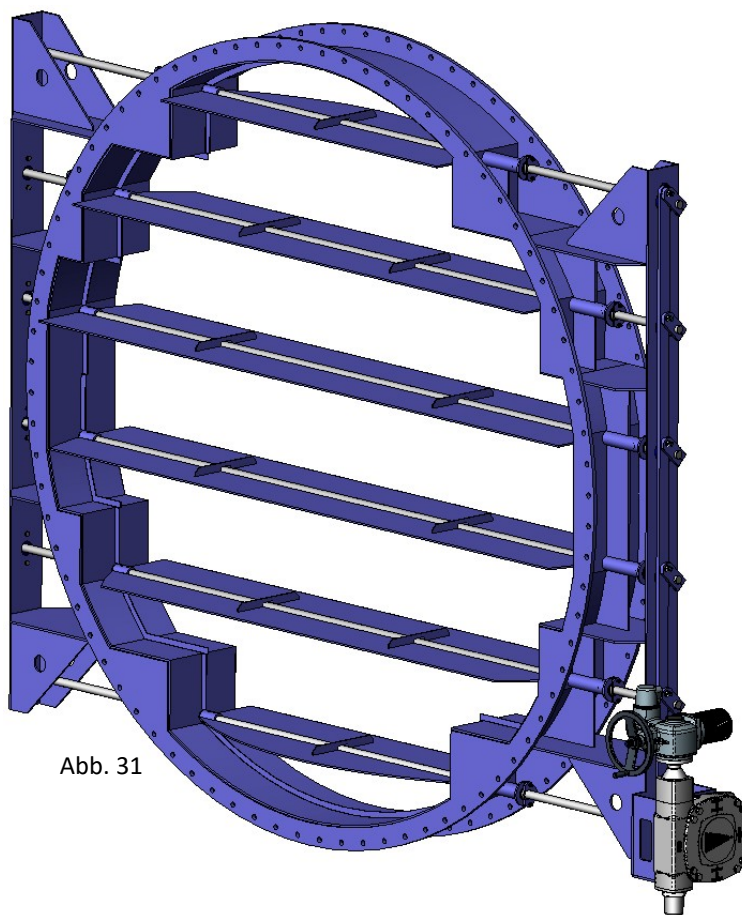

Abb. 31
- Elektrischer Stellantrieb (Abb. 31)